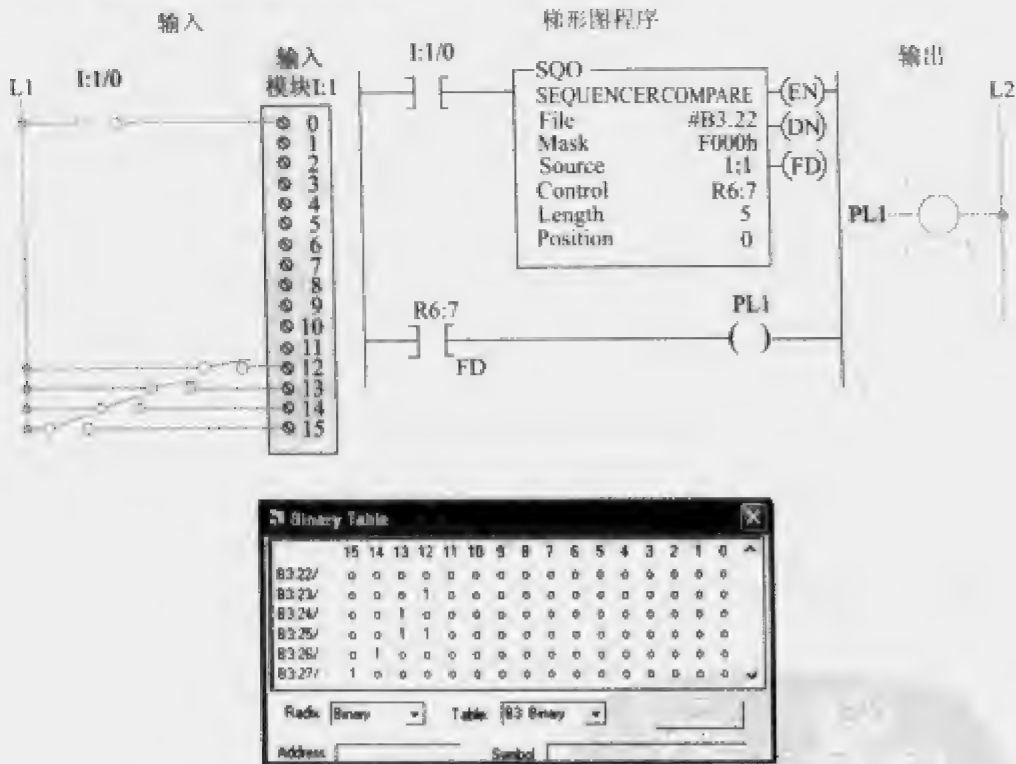

图 12-19 SLC-500 的顺序器比较指令 (SQC) 程序
图 12-19 为 SLC-500 顺序器比较指令 (SQC) 程序的一个例子。源地址 1:1 中的高 4 位数据与文件 B3:22 中的数据比较。在本例中 1:1 中的高 4 位数据与 #B3:22 中的高 4 位在位置 3 时匹配。如果这时输入按钮 I:1/0 为真, 发现位 (FD) 被置位, 接通 PL1。只要连接到 I:1/12、I:1/13、I:1/14 和 I:1/15 开关的接通和关断状态组合, 在某一步中与顺序器参考文件中的 1 和 0 状态匹配, 并且输入 I:1/0 为真, 就会接通输出 PL1。注意屏蔽 (F000h) 是怎样实现把顺序器没有用到的位单独使用的。在这个例子中, 没有用到的位 I:1/0 用于顺序器比较梯级的状态输入。